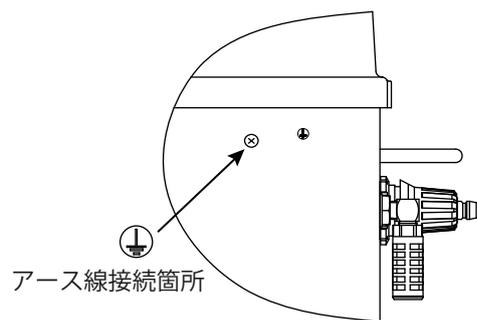

Fig.4.2
- 2) 指定箇所からアース線を接続してください。なお、アース線は断面積 2.0 mm² 以上のものを使用してください。（Fig.4.2）